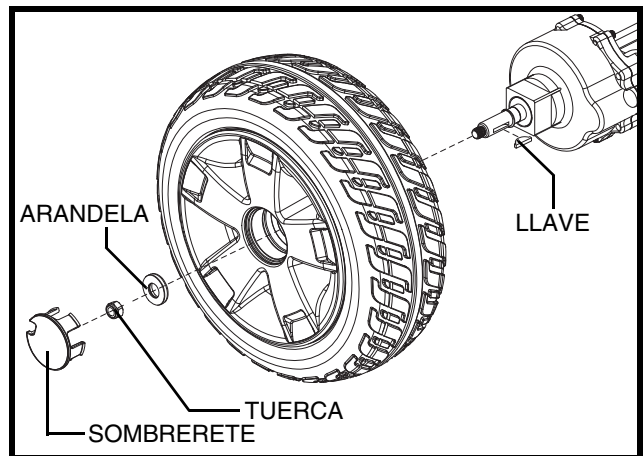

Figure 23. Extracción de la rueda de conducción
3. Retire la tuerca y arandela de la rueda motriz del eje (**fig. 23**).